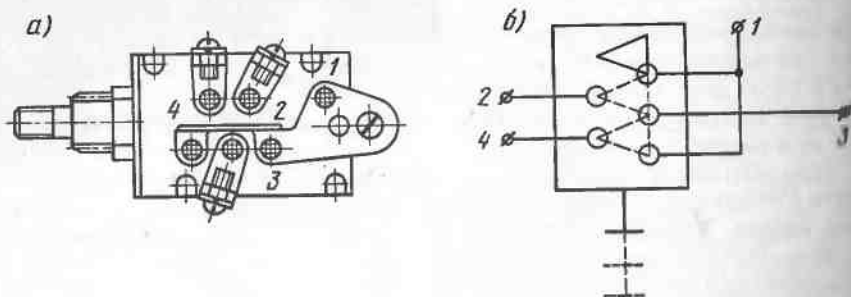

Рис. 196. Центральный переключатель света:
**Центральный переключатель света** типа П305 (Рис. 196) имеет три фиксированных положения: «0» — приборы освещения выключены; «1» — включен свет в подфарниках и задних фонарях, освещение номерного знака и контрольно-измерительных приборов; «2» — включен дополнительно свет фар.